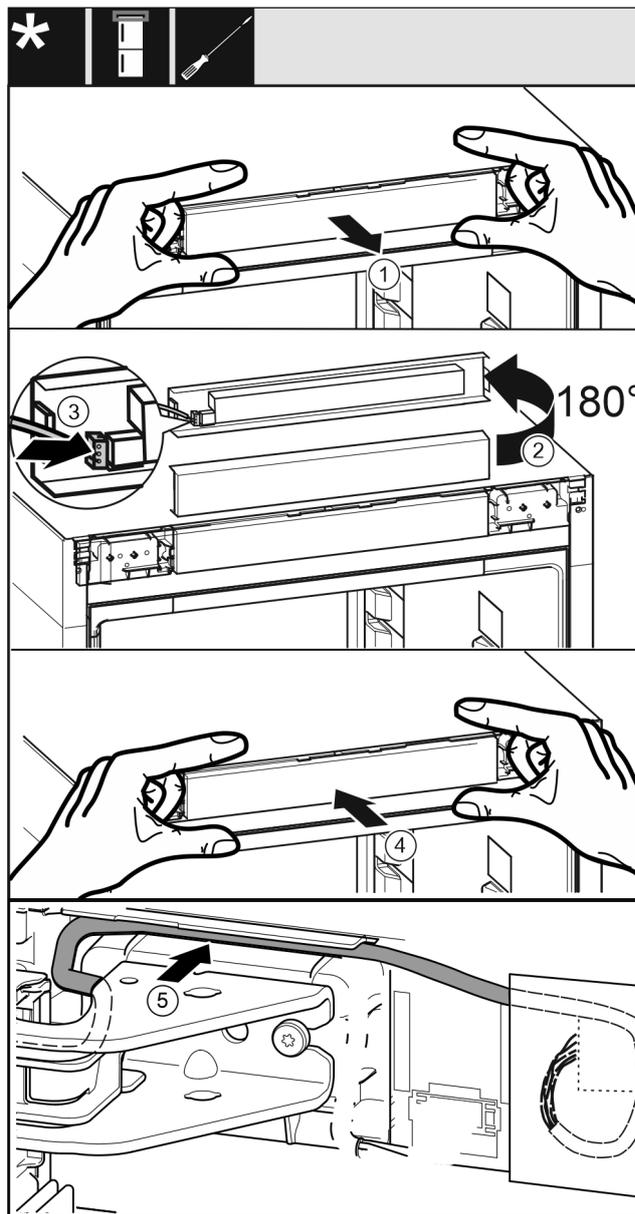

Fig. 33
- ▶ Retirer le panneau de commande avec soin. Fig. 33 (1)
- ▶ Faire tourner le cache à 180° vers le haut. Fig. 33 (2)
- ▶ Enclencher le connecteur sur le panneau de commande. Fig. 33 (3)
- ▶ Enclencher de nouveau le panneau de commande sur l'appareil. Fig. 33 (4)
- ▶ Poser avec soin le câble gris dans le guide au-dessus du support de palier supérieur. Fig. 33 (5)